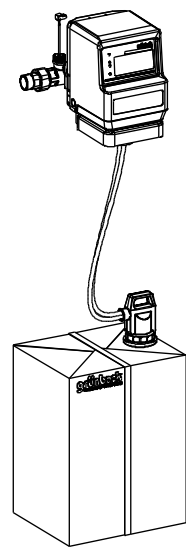

Abb. D-2: Dosiercomputer EXADOS® ES 6, ES 12
- Entweder durch die mitgelieferten Dübel und Schrauben direkt an der Wand, z. B. in der Nähe der Steckdose oder unmittelbar auf dem Wasserzähler (Abb. D-2, D-3) mit Hilfe der dort angebrachten Befestigungsbohrungen und der mitgelieferten Schrauben.